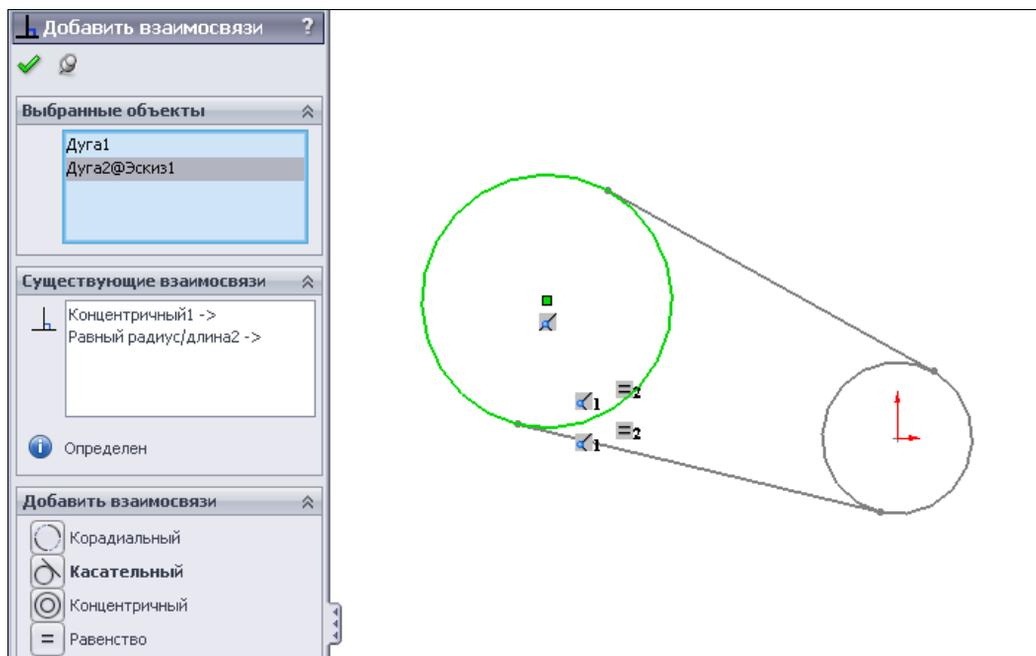

Рис. 6.66
3. В Дереве Конструирования выберем плоскость эскиза шкива, в данном случае — плоскость **Спереди**. После выбора плоскости программа автоматически войдет в режим редактирования детали, а пользователь окажется в режиме рисования эскиза. Нарисуем эскиз шкива, который представляет собой окружность (рис. 6.66). Определим взаимосвязь равенства между эскизом шкива и компоновочным эскизом сборки, также окружность эскиза новой детали должна быть концентрична Дуге1 на эскизе сборки.